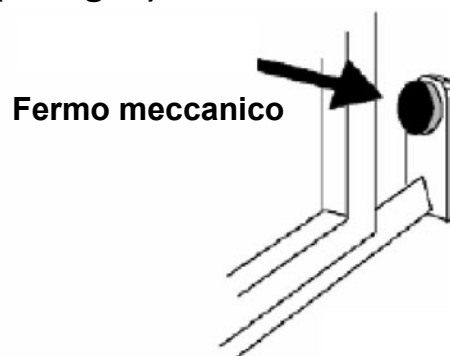
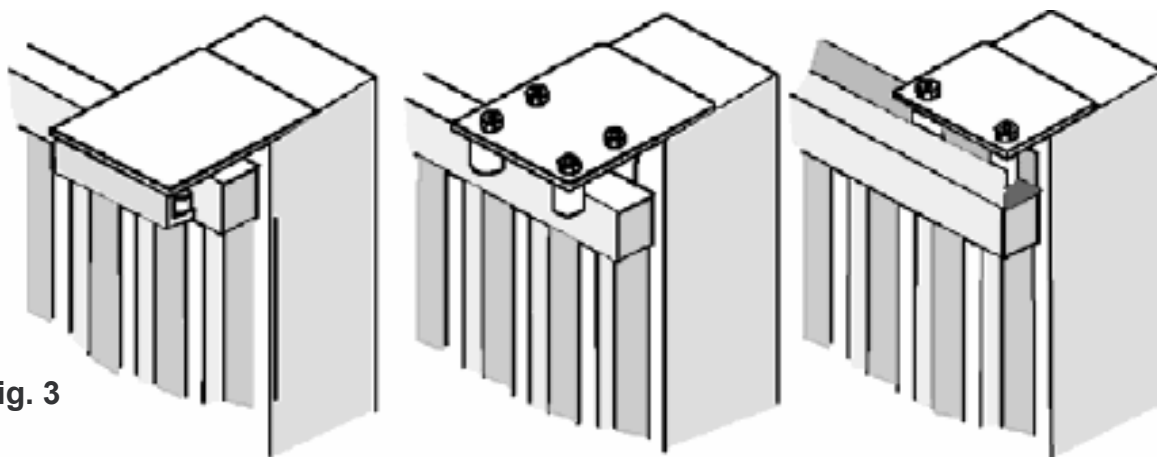

Fig. 2
Fig. 3
- Prima di procedere al montaggio dell'automatismo, si verifichi che il cancello sia perfettamente funzionante, Inoltre, è opportuno verificare che la guida di scorrimento a terra (V. Fig. 1) non presenti malformazioni, che sia perfettamente a livello e che sia presente il fermo meccanico in apertura (V. Fig. 2) al fine di evitare che il cancello esca fuori dalle guide superiori (V. Fig. 3)
- Verificare la guida di scorrimento superiore (V. Fig. 3) che sia ben salda e il cancello vi scorra liberamente.
Fissare la cremagliera sul cancello in modo saldo prevedendo una distanza da 2 a 3 mm dal pignone del motore (Fig.3).